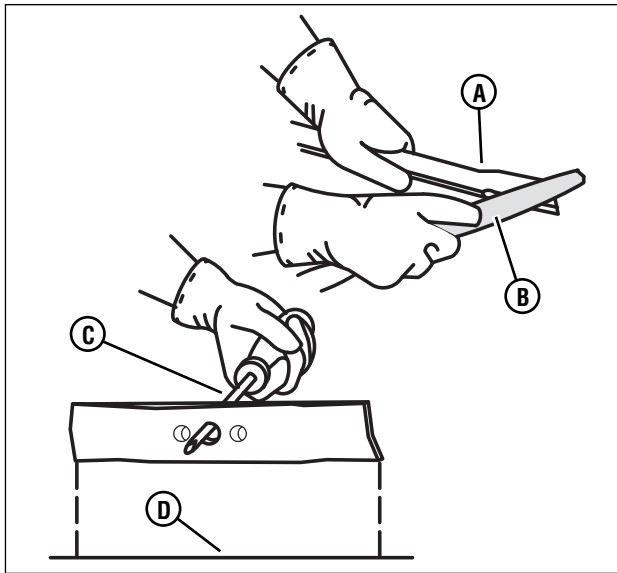

Figura 23: Afilado de la cuchilla
4. Afile la cuchilla (A, Figura 23, siguiente página) con una lima (B). Asegúrese de mantener el borde de corte biselado original (Figura 30).
5. Verifique que la cuchilla está balanceada. Utilice un destornillador (C) y sostenga la cuchilla de manera paralela al suelo (D) según se muestra. Una cuchilla que está balanceada permanecerá paralela al suelo. Si la cuchilla no está balanceada, el extremo pesado girará hacia el suelo. Afile el extremo pesado hasta que la cuchilla esté balanceada.